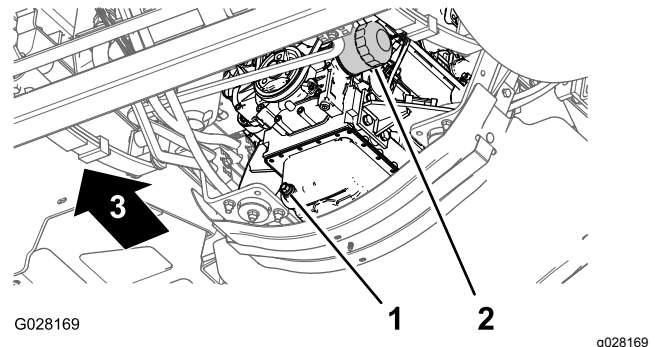

図 68
3. エンジンオイルフィルタの下にオイルを受ける容器をおく 図 68。
4. 古いオイルフィルタ 図 68 を外す。
8. アダプタにフィルタを取り付け、ガスケットがアダプタに当たるまでフィルタを右に回し、そこから更に 1/2 回転増し締めする 図 68。
1. ドレンプラグの下にオイルを受ける容器をおく 図 68。
2. ドレンプラグ 図 68 を外して排出されるオイルを回収する。